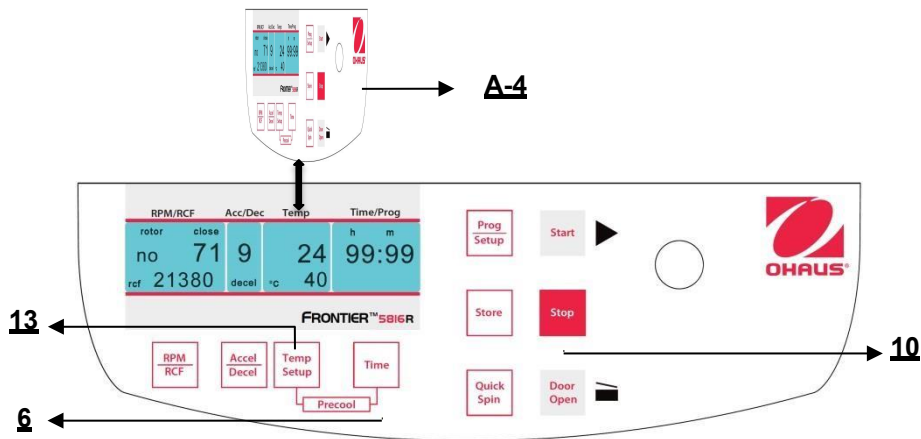
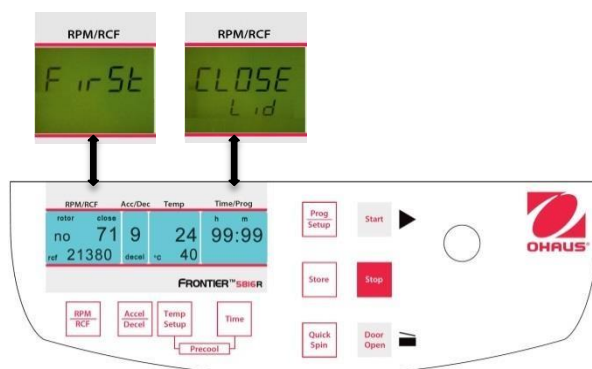

Figura 23
Figura 26
Se i campioni sono sensibili alla temperatura, è utile preraffreddare la centrifuga, il rotore e in ultimo i contenitori alla temperatura di funzionamento necessaria. Perciò, inserire il rotore desiderato e preimpostare la rispettiva temperatura. Si avvia il ciclo premendo simultaneamente i tasti "**Temp/Setup**" (13) (fare riferimento alla figura 23) e "**Time**" (6). Durante il funzionamento, il gruppo sceglie automaticamente una velocità di rotazione equivalente al 20% della velocità di rotazione del rispettivo rotore. Dopo aver raggiunto la temperatura preimpostata, è possibile lasciare il ciclo di preraffreddamento con il tasto "**Stop**" (10). Secondo il rotore inserito, il preraffreddamento va da circa 10 a 20 minuti.
Chiudere il coperchio della centrifuga Adesso procedere come descritto in precedenza per impostare tutti i parametri di ciclo importanti. Se il coperchio non è chiuso quando si salva il programma, sul display **"RPM/RCF"** (A-1), lampeggiano alternativamente le parole **"FirSt"** e **"CLOSE Lid"** (Vedere figura 23). Se si vuole avviare il ciclo senza salvare il programma, sul display **"RPM/RCF"** (A-1) lampeggiano alternativamente le parole **"First"** e **"PrESS StoreE"** (Vedere figura 26) .
E' possibile avviare la centrifuga con il tasto **"Start"** (9) (rif. figura 26) oppure con il tasto **"Quick Spin"** (8).